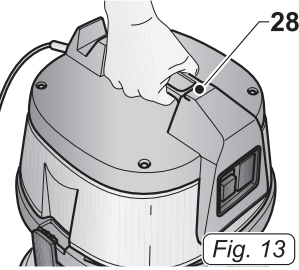
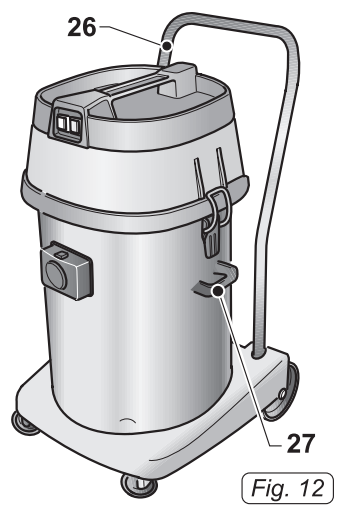

Fig. 13
Fig. 12
- Аппарат оснащен колесами и таким образом может быть перемещен с соответствующими рычагами, может быть выдвинута с помощью рычага (26 Рис. 12).
- Для подъема прибора взяться рукой за специальную ручку (28 Рис. 13), выполненную в верхней части крышки в версии с одиночным двигателем или же выполнять подъем вдвоем с помощью ручек (27 Рис. 12).